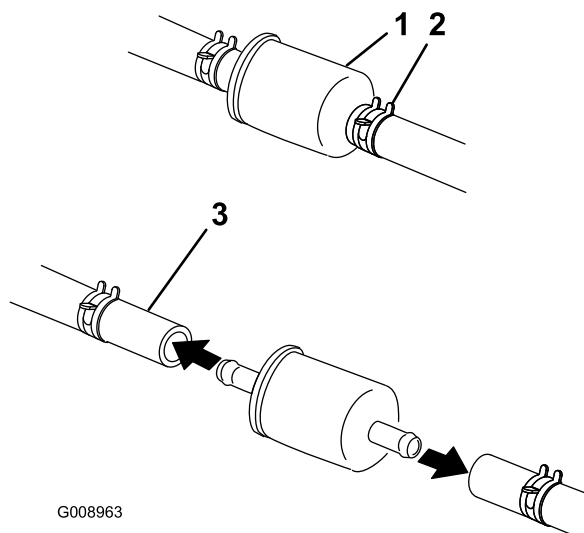

Figure 47
5. Fermez le robinet d'arrivée de carburant derrière le siège (Figure 47).
6. Pincez les extrémités des colliers et faites glisser ceux-ci pour les éloigner du filtre (Figure 47).
8. Posez un filtre neuf et rapprochez les colliers de fixation du filtre (Figure 47).